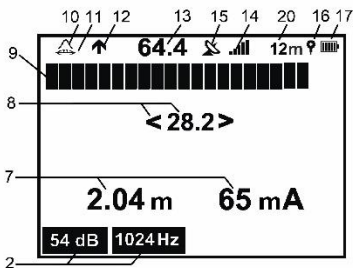

Fig. 18 Pantalla en modo "Trazado"
La activación de la opción "ampliación de la escala del máximo 1:4" reduce cuatro veces la unidad, lo que aumenta la resolución de la escala. La pantalla muestra el símbolo " $\leftarrow 1:4 \rightarrow$ " (sección 11, Fig. 18), y debajo de la escala del "máximo" aparece una barra amarilla que muestra la posición de la ventana respecto a la escala inicial (sin ampliar).
Durante el trabajo en zonas con alta densidad de objetos subterráneos se puede utilizar la función de detectar la dirección de la corriente. Para ello, activar el modo de generación de señal de frecuencia doble de "1024 Hz" en el transmisor, también ajustar la frecuencia operativa de "1024 Hz" en el receptor. Si el nivel de la señal de frecuencia doble es suficiente, el receptor indica automáticamente la dirección de flujo de la corriente (pos. 12 Fig. 18). Después de activar la opción "Brújula, línea" la dirección de flujo de la corriente muestra el indicador del localizador del trazado (poz. 19 Fig. 21).